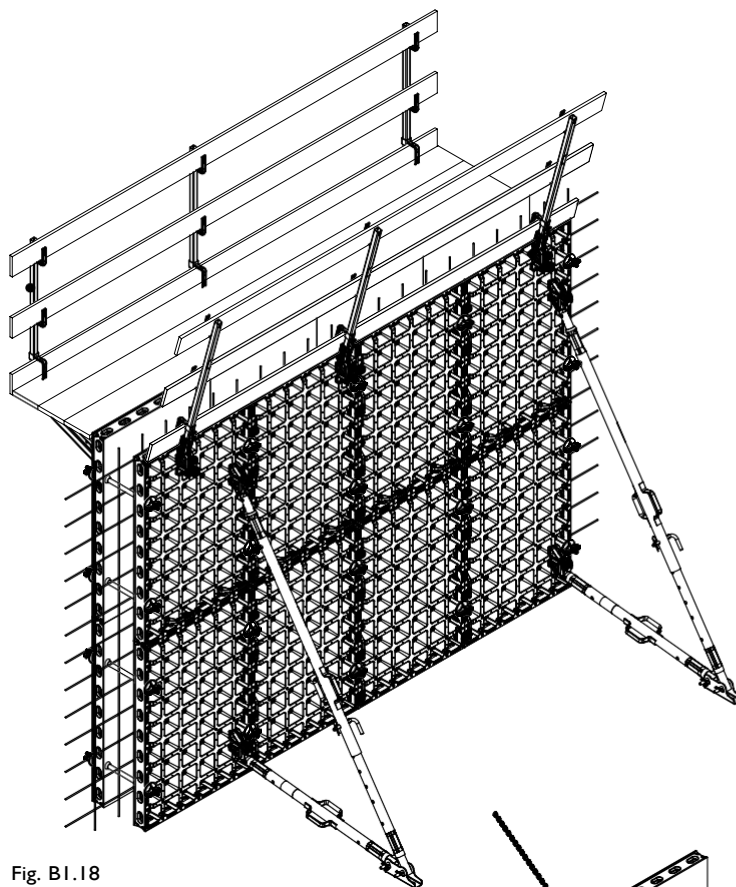

Fig. B1.18
2. Преместете с кран първичния кофраж до работното място. (Fig. B1.18)
2. Преместете с кран затварящия кофраж пред основния. (Fig. B1.18)